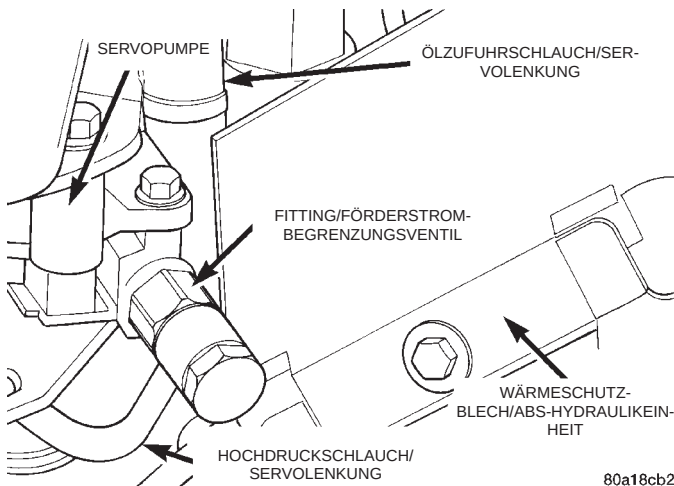

Abb. 26 Befestigung des Hochdruckschlauchs an der Servopumpe
(6) Hochdruckschlauch von der Servopumpe abmontieren (Abb. 26). Das offene Ende des Schlauchs in einen Auffangbehälter halten, so daß das Servoöl aus der Servopumpe, dem Ölzufuhrschlauch und dem Hochdruckschlauch herauslaufen kann. **Sobald das Servoöl abgelaufen ist, das Schlauchende und den Hochdruckanschluß an der Servopumpe verschließen.**
(7) Die Schlauchklemme lösen, mit der der Ölzufuhrschlauch an der Servopumpe befestigt ist (Abb. 26). Dann den Ölzufuhrschlauch vom Anschlußstutzen der Servopumpe abmontieren. **Die Öffnung der Servopumpe verschließen.**
(10) Das Wärmeschutzblech für die ABS-Hydraulikeinheit von der Halterung der Hydraulikeinheit abbauen (Abb. 26).
(14) Das Wärmeschutzblech für die ABS-Hydraulikeinheit an der Halterung der Hydraulikeinheit anbauen (Abb. 26).